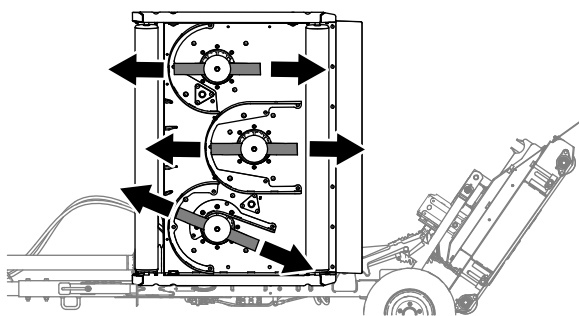

Figura 64
1. Alinhe a lâmina do cortador conforme se mostra na Figura 64.